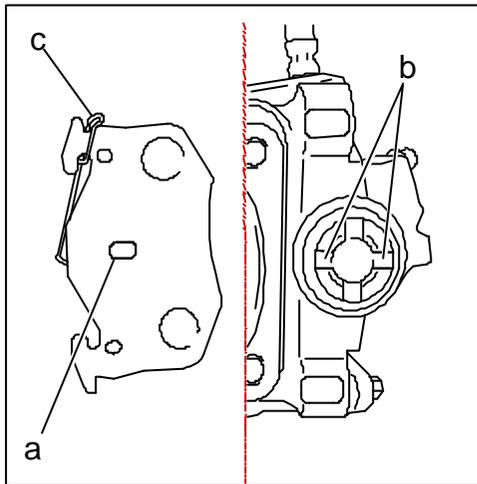

Fig. 1
- ☞ *S'assurer que l'ergot de positionnement (Rep. a, Fig. 1) de la plaquette s'engage correctement dans la rainure (Rep. b, Fig. 1) du piston.*
N.B. *S'assurer de la présence et du bon positionnement du ressort (Rep. c, Fig. 1).*
À *la clavette (Rep. a, Fig. 1),*